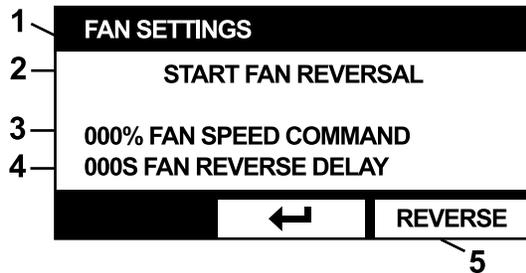

Figure 54
**Remarque:** Le délai est converti en secondes, comme montré à la Figure 54.